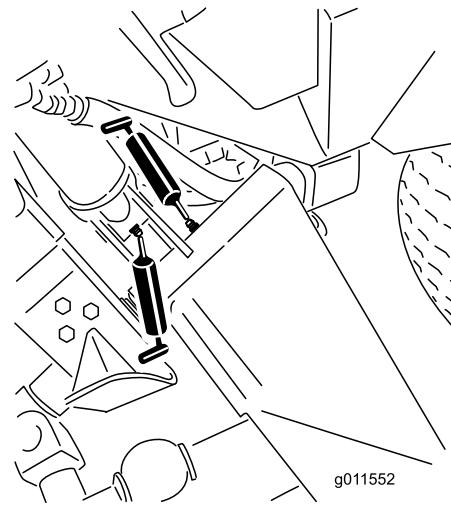
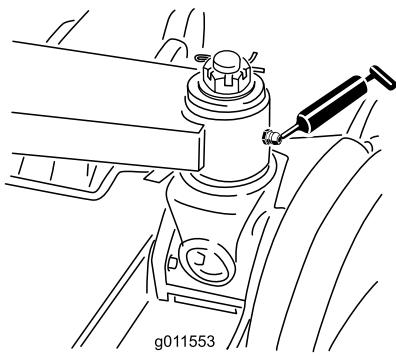

Figura 43
Figura 44
- Seis casquinhos do braço de elevação principal (Figura 43 e Figura 44)